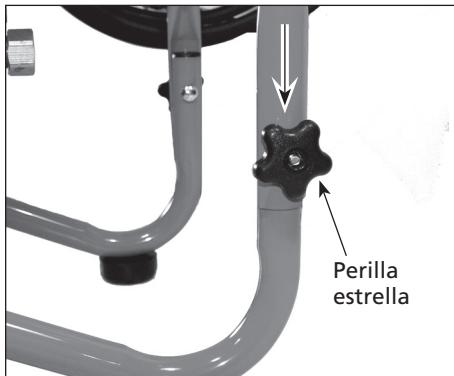

Figura 1 – Ensamblaje del mango
1. Deslice el ensamble del mango sobre las patas inferiores de la base del carro. Utilice la perilla estrella y el perno para asegurar las patas. Vea la figura 1.